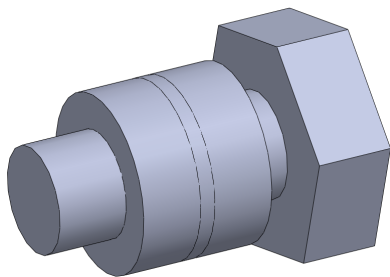

图 10-9 随配合复制零部件
(4) 单击两次【确定】按钮, 即可随配合复制零部件, 效果如图 10-9 所示。